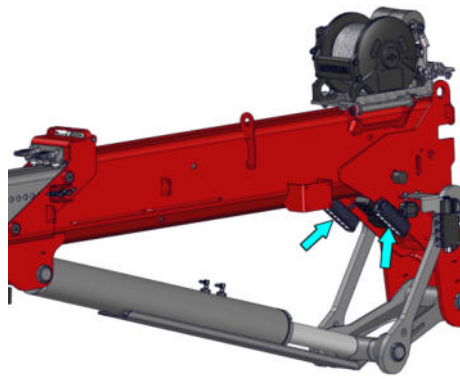

Figura: 28
- Premendo ancora una volta il pulsante delle lampade da lavoro sul telecomando, le 2 lampade da lavoro del braccio principale si spengono e le 2 lampade da lavoro dell'asta si accendono (v. Figura: 28).